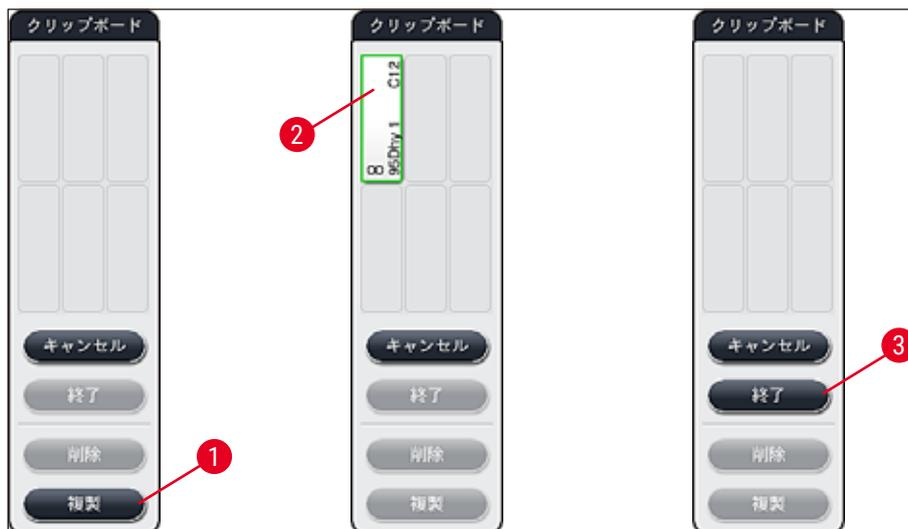

図 54
2. 続いて表示される情報メッセージに目を通し、「OK」で確認します。新しい「クリップボード」(→「図54」) ウィンドウが開きます。